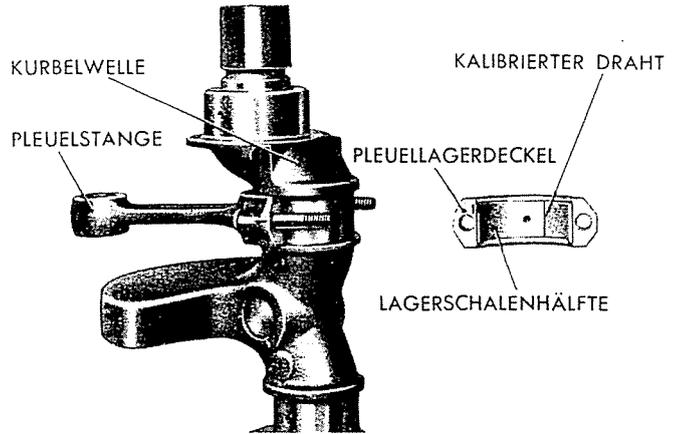

Abb. 40 - Stellung des kalibrierten Drahts zwischen Lagerschale und Pleuellagerzapfen.
- auf die Schalenhälfte im Lagerdeckel ein Stück Draht Typ PG-1 setzen, dessen Länge gleich der Lagerbreite sein soll, und zwar so, dass der Draht parallel zur Wellenlängsachse steht (Abb. 40);